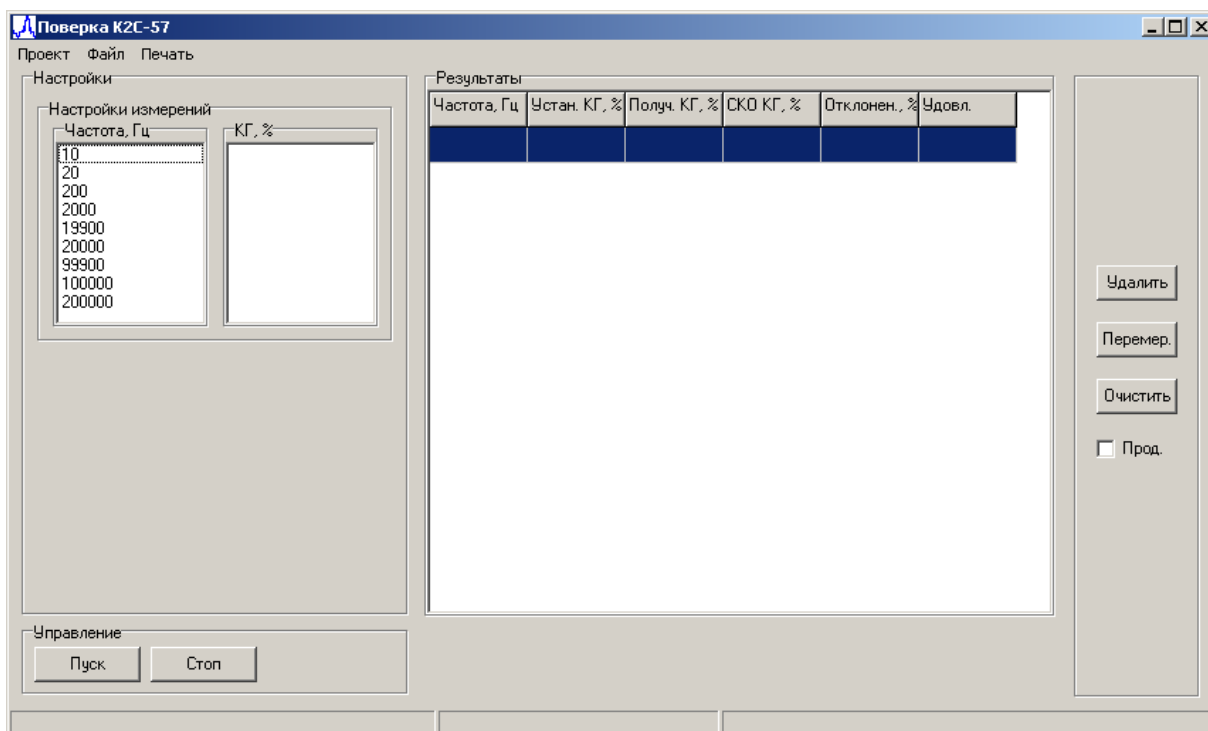
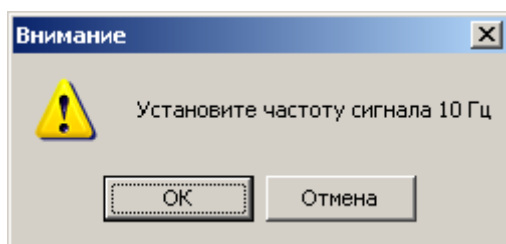
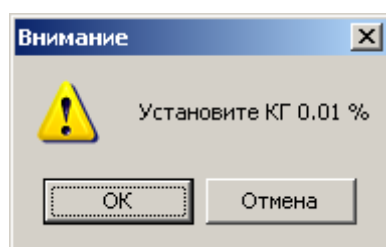

Рисунок 20. Окно подпрограммы работы измерителя-калибратора в пакетном режиме.
Рисунок 27. Диалоговое окно установки частоты
Рисунок 28. Диалоговое окно установки значения Кг
этом режиме минимальное число измерений принудительно ограничено 3), в меню главного окна программы (см. рисунок 3) выбрать пункт «Пакетный режим» – «Пакетный режим измерителя» – «Поверка К2С-57». В появившемся окне (см. рисунок 20) нажать кнопку «Пуск». Программа начнет работу в диалоговом режиме, см. рисунок 27 и рисунок 28.
6.5.1.4 Если измерения были прерваны (нажата кнопка «Стоп» области «Управление» или нажата кнопка «Отмена» в диалоговых окнах установки частоты (см. рисунок 27), или установки КГ (см. рисунок 28), автоматически установится флажок «Прод.», что позволит продолжить процесс поверки при повторном нажатии кнопки «Пуск».